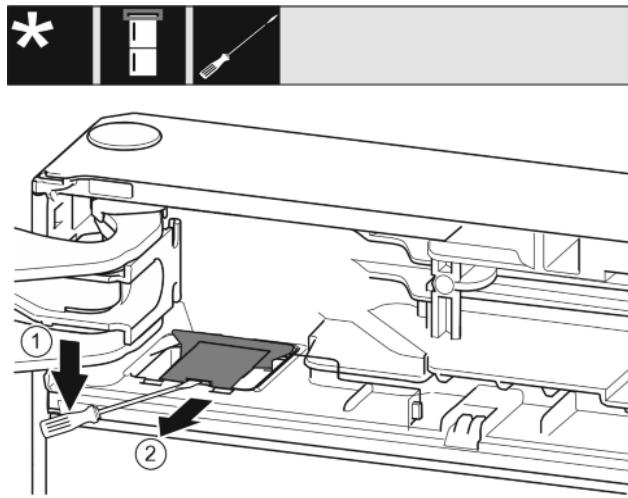

Fig. 8
- Plochým skrutkovačom odistite kryt a zdvihnite ho. Fig. 8 (1)
- Vyberte kryt. Fig. 8 (2)